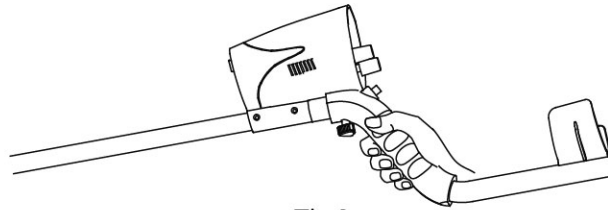

Fig.2
2. Få de to gevindbolte i bunden af håndtaget til at flugte med knopperne under kontrolboksen og lås boksen på plads med de to spændeskruer (Fig. 2).